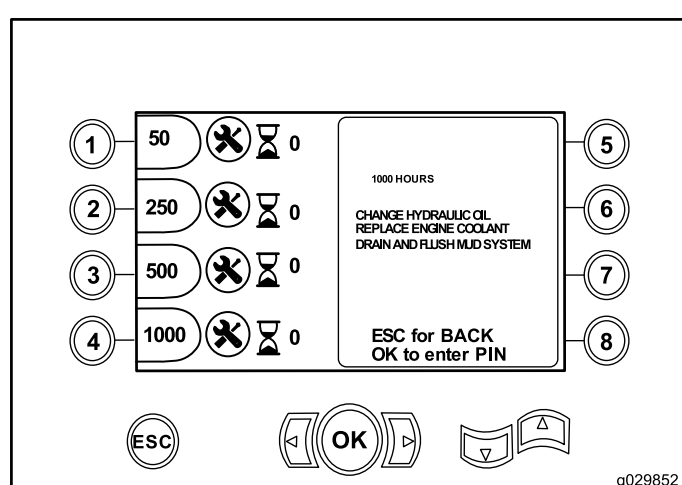

Figura 14
- Botón 4 – Programa de mantenimiento de 1000 horas (Figura 14)